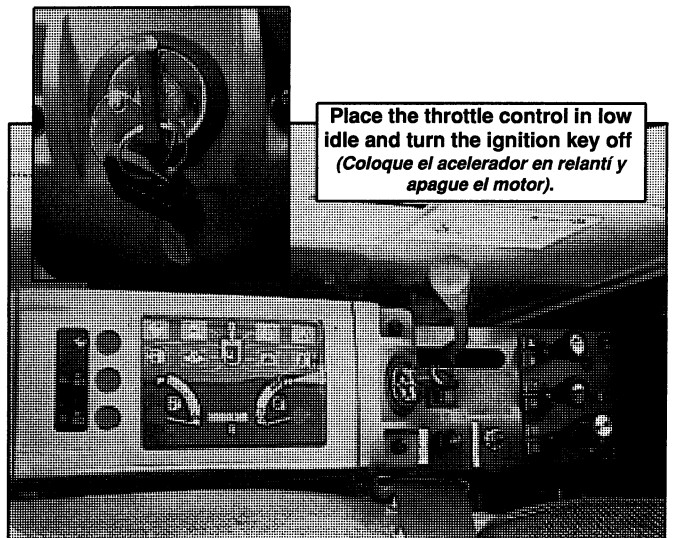

FIG. 3B
1. Place the throttle control in low idle and turn the ignition key off, see Fig. 3B.
(*Coloque el acelerador en relanti y apague el motor. Ver Fig. 3B*).